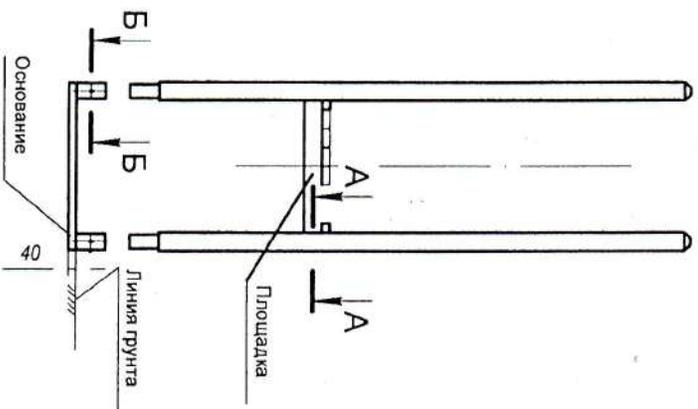

Рисунок 4
- 1.2 Установить сборную конструкцию в стаканы основания поз. 1 (рисунок 4).